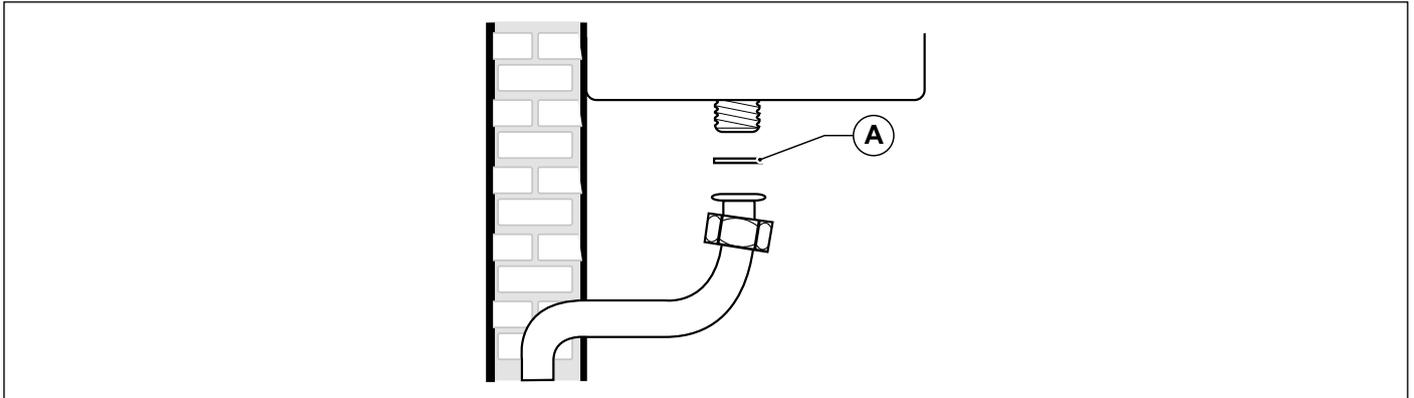

Fig. 17 Conexión a la red de gas
**ES OBLIGATORIO**, para conectar la toma de gas de la caldera a la tubería de alimentación colocar una junta (A) de medidas y materiales adecuados (ver Fig. 17 Conexión a la red de gas).